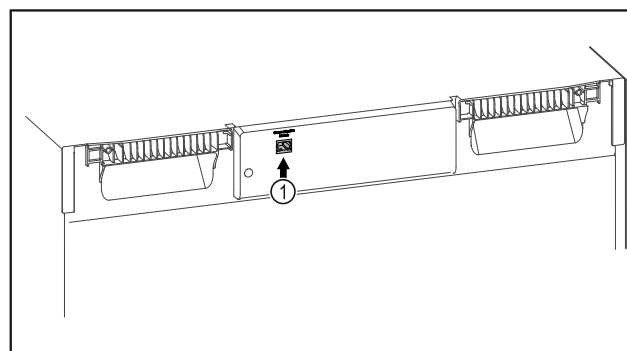

Fig. 111
- A SmartModule *Fig. 111 (1)* be van helyezve.